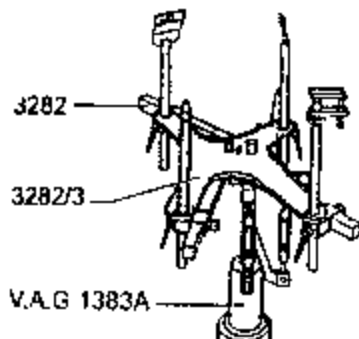

图 7-52 变速箱托架
- 18) 安装变速箱托架 3282。如图 7-52 所示。通过调整板 3282/2 安装拆卸自动变速箱 01N 的变速箱托架。调整板上的记号代表需要的量，箭头应当指向前方。